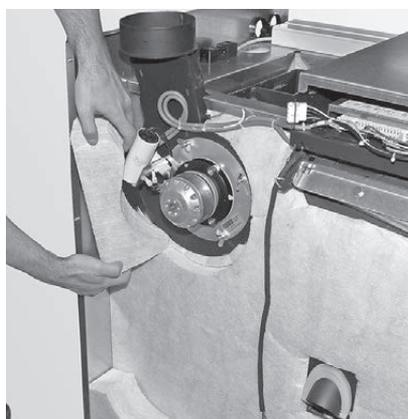

Fig. 35 Rimuovere l'isolamento sul ventilatore gas combusti
- ▶ Rimuovere l'isolamento intorno al ventilatore gas combusti – Fig. 35.